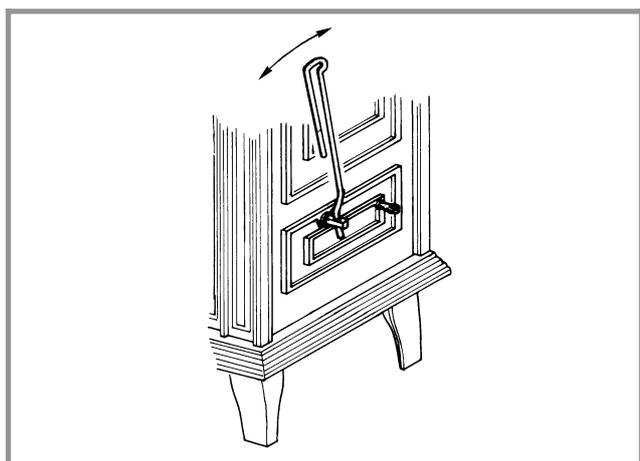
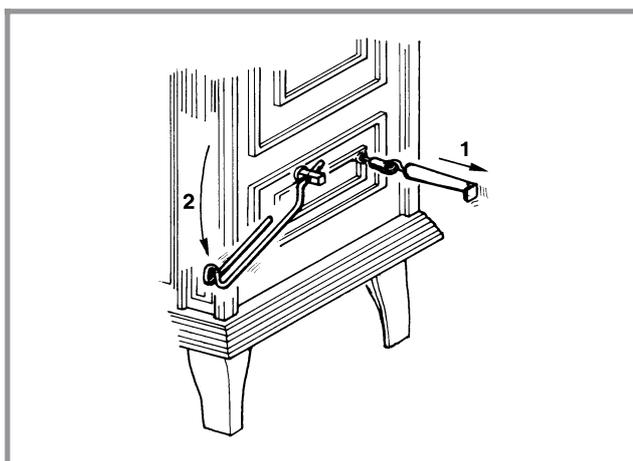

Figure 8 - Décendrage
Figure 9 - Décrassage
- Vérifier que les pièces amovibles sont à leur place respective et que le dispositif de décendrage fonctionne bien (fig. 8 et fig. 9, p. 8).
Décendrage (fig. 8) :
Décrassage (fig. 9) :